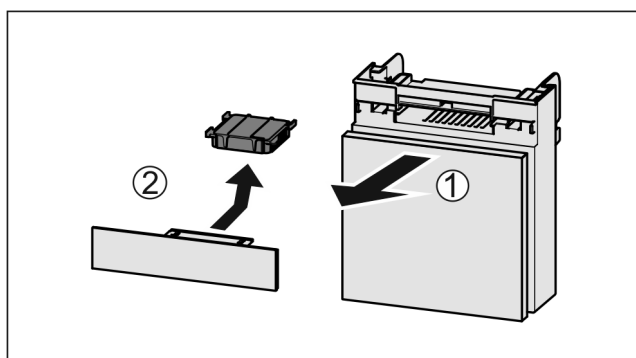

Fig. 135
- ▶ Estrarre il vano tirando in avanti Fig. 135 (1).
- ▶ Rimuovere il filtro a carboni attivi Fig. 135 (2).